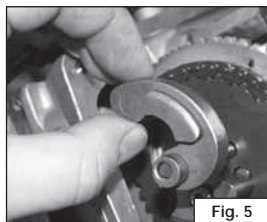

Fig. 5
- Remove the relief valve mass (Fig. 5).
- Estrarre la massa alzavalvola (Fig. 5).
- Enlever la masse ouvre soupape (Fig. 5).